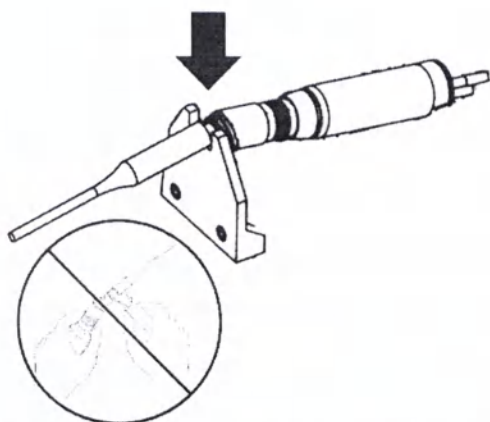

Рисунок 2 - Установка рукоятки в контейнер
2. Поместить шарнир наконечника рукоятки в зубчатую скобу на стерилизационном и сборочном лотке (рисунок 2).